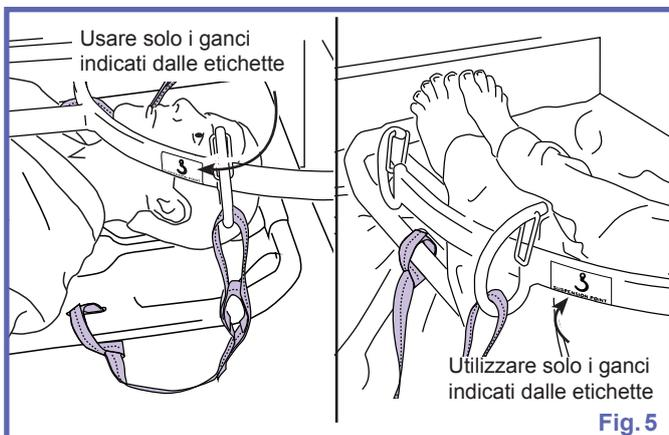

Fig. 5
- 5) Fissare tutte le cinghie al telaio per barella. Scegliere l'anello da usare (lungo o corto) presso la sezione testa e la sezione piedi in base alla conformazione del paziente. Nella maggior parte dei casi, è appropriato usare l'anello corto presso la sezione testa e l'anello lungo presso la sezione piedi. Vedere Fig. 5.
AVVERTENZA: Utilizzare solo i ganci identificati dalle etichette "Punto di sospensione" (vedere Fig. 5) sul telaio per barella per attaccare la barella *Ferno Scoop EXL Stretcher* al telaio. La mancata osservanza di queste istruzioni può provocare la caduta del paziente e causare infortuni.